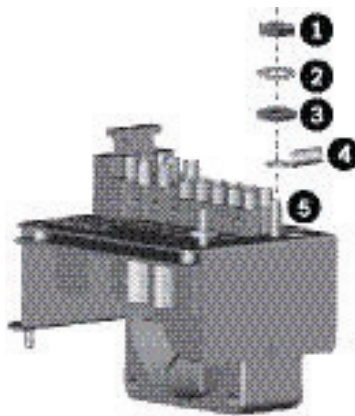

Bild 5.7 Schutzerdung
Zum Anschließen des externen Schutzleiters an den Erdungsanschluss an der entsprechenden Platinenklemme ist eine Anschlussfahne vorgesehen (siehe *Bild 5.7*).
- Bringen Sie die Erdungsanschlüsse in der in *Bild 5.7* dargestellten Reihenfolge wieder an.
2. Schließen Sie die Stromversorgungskabel an den Anschlussblock an (siehe *Bild 5.7*). Entfernen Sie mindestens 6 mm und höchstens 8 mm Isolierung von der Kabellitze. Gehen Sie dabei vorsichtig vor. Die Kabellitze darf nicht beschädigt werden.